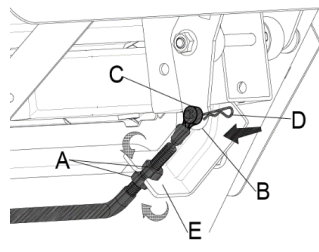

Рис.12
Перед тем, как вставить конец троса управления крышкой желоба, ослабьте две гайки (А). Закрепите его на стержне (В) с помощью штифта (D), затем затяните две гайки на основании (Е), чтобы закрепить кабель (Рис.12).